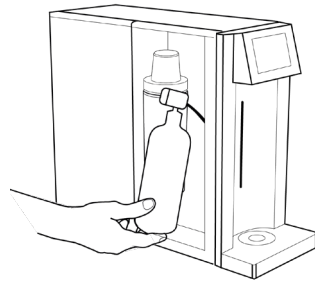

Fig. 1-14
40.4 – Estrarre la bombola del gas CO₂ dallo scomparto interno, facendo attenzione a non danneggiare il tubo in plastica connesso al riduttore di pressione della bombola, vedi Fig. 1-14.